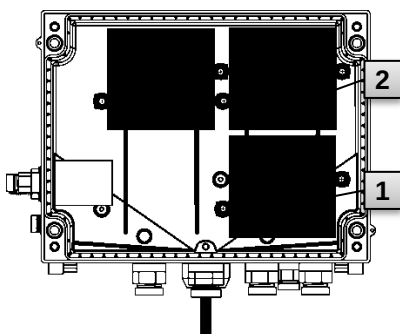

Abb. 29
4. Lösen Sie die Schrauben der Batterieabdeckung Abb. 29: **1** oder **2** und entfernen die Batterieabdeckung.
7. Platzieren Sie die neuen Batterien im Inneren (Abb. 29: **1** oder **2**).